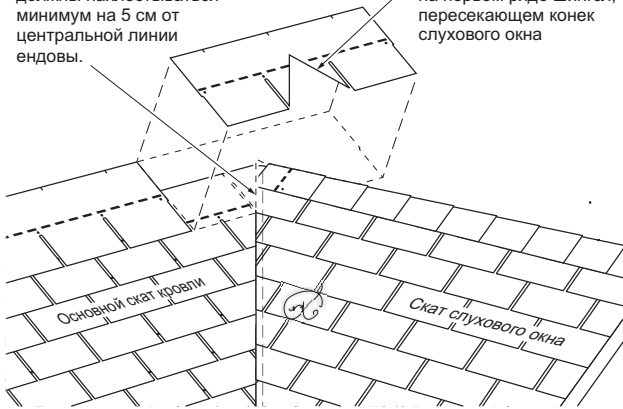

Рисунок 9. V-образный вырез должен точно соответствовать углам ендов и коньку.
Сложным элементом является узел примыкание конька слухового окна к плоскости ската кровли. Этот узел должен быть выполнен таким образом, чтобы обеспечить не только эстетику стыка, но и гидроизоляцию этого узла. (Рисунок 9).
3. Обрежьте первый гонт, который пересекает конек слухового окна (Рисунок 9.) V-образным способом. Этот вырез должен быть точно вымерен относительно углов ендов и конька слухового окна. Этот вырез должен соответствовать по размерам ендов с обеих сторон слухового окна таким образом, чтобы при монтаже нахлестываться на загиб ендовых гонтов (т.е. обрезан по размерам центральной линии ендов).